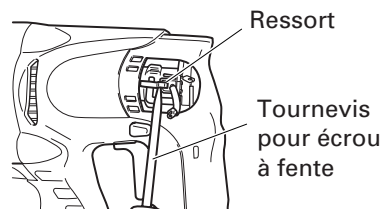

Fig. 24
- (3) Tirer les ressorts vers l'avant avec le tournevis pour écrou à fente, puis retirer les balais de carbone. (Fig. 24)
- (4) Pour remonter les balais, procéder dans l'ordre inverse du retrait.